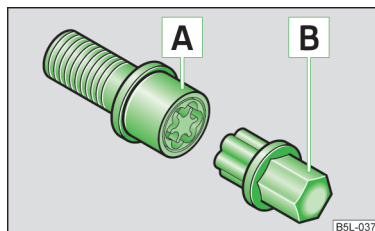

Fig. 119
- Introduceți adaptorul  » fig. 119 cu partea zimțată până la limită pe dantura interioară a șurubului antifurt , astfel încât să se mai vadă doar partea sa hexagonală.